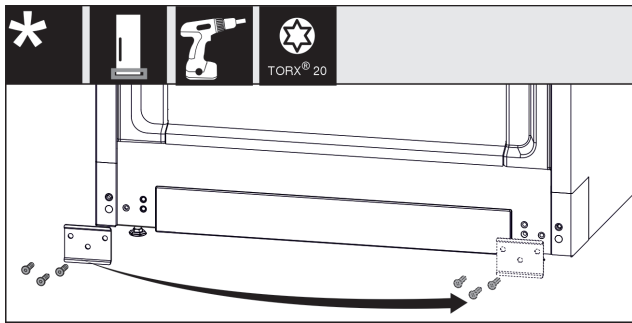

Fig. 10
- ▶ Відкрутити щиток, переставити на інший бік і знову накрутити. Fig. 10 (1)
- ▶ Знову одягнути кришку з іншого боку. (1)